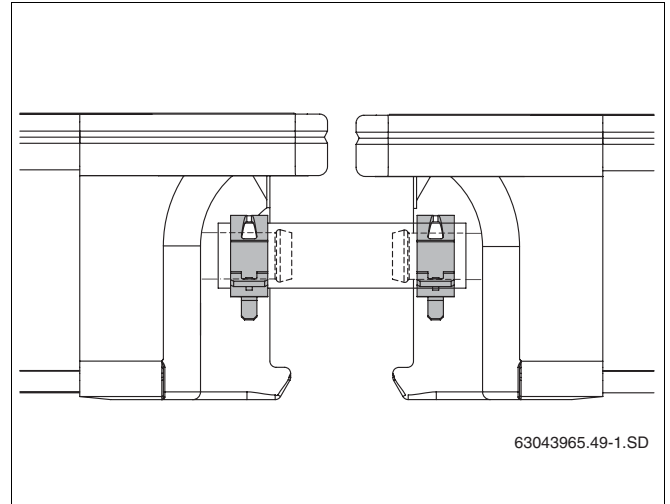

Fig. 47 Mangueira solar com braçadeiras de mola fixadas
- ▶ Fixe cada mangueira solar à ligação do colector com uma braçadeira de mola (fig. 47).